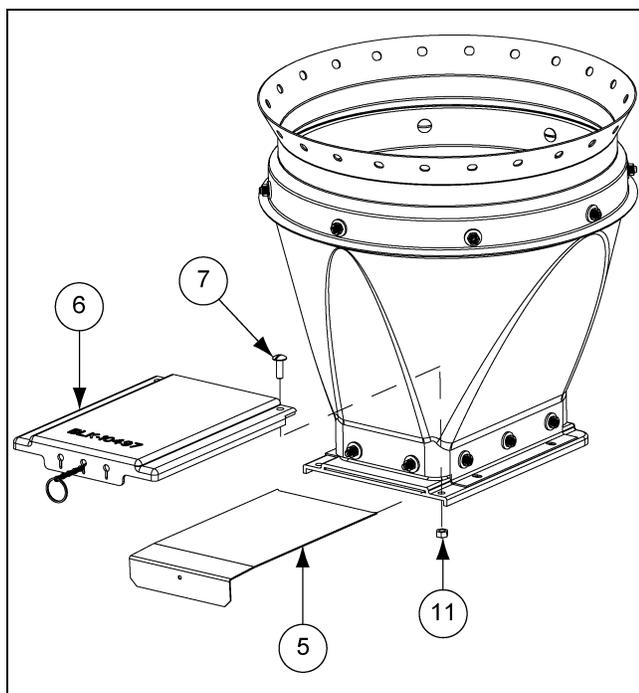

Рисунок 5D
Вставьте затвор в переходник. Перед закреплением скользящего щитка на переходнике задвижку необходимо установить в рабочее положение. Для крепления щитка используйте два (2) болта 5/16"-18 x 1" с полукруглой головкой. *См. рис. 5D.*